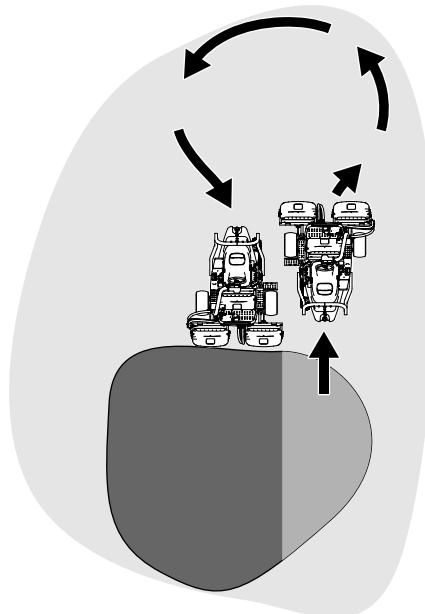

Figura 28
6. Para reduzir o tempo de funcionamento e facilitar o alinhamento para o próximo passo, oriente a máquina momentaneamente para a direção contrária, virando depois a máquina na direção da zona por cortar. Este movimento é uma volta em forma de gota (Figura 28) que alinha rapidamente a máquina para a próxima passagem.